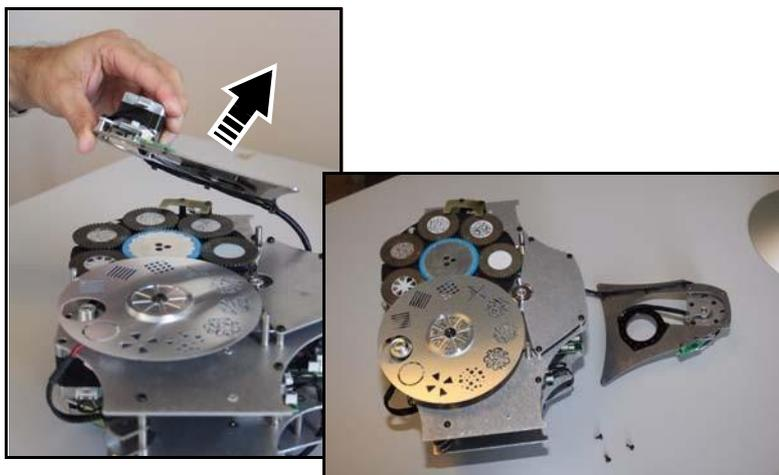

Рисунок 15: Перемещение блока айрис для получения доступа
3. См. рисунок 15. Отсоединять комплект проводов блока айрис не требуется. Поднять блок айрис из мультимодуля и поставить его за модулем. Таким образом появится доступ к колесу статических гобо.